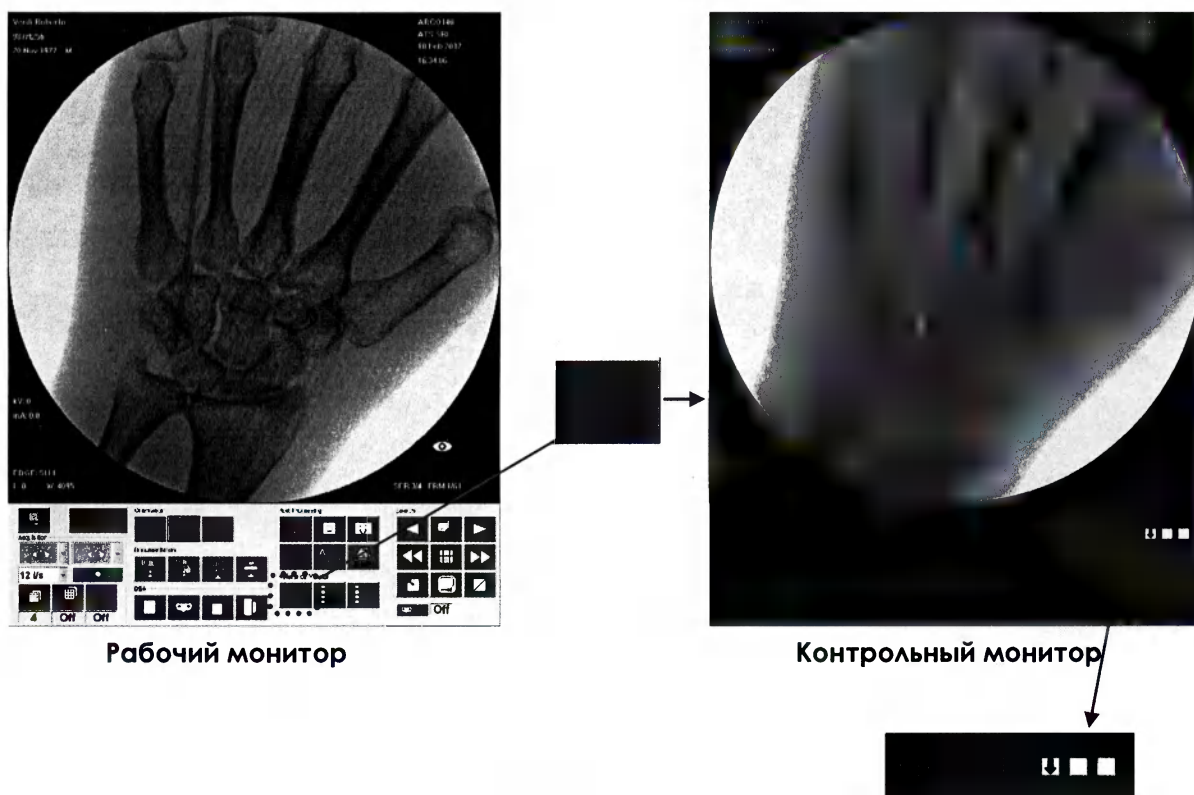

Рисунок 96
9.5.9.1 Рабочее изображение можно перенести на контрольный монитор и, таким образом, создать контрольное изображение для текущего исследования (см. рисунок 96).
Число контрольных изображений указано в белых клетках строки идентификации (см рисунок 96).